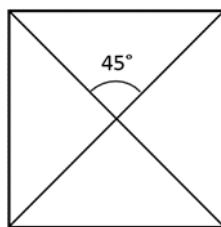

Рисунок 1 – Пример разметки
- на основание установки должна быть нанесена разметка из четырех пересекающихся под углом 45° линий (рисунок 1).